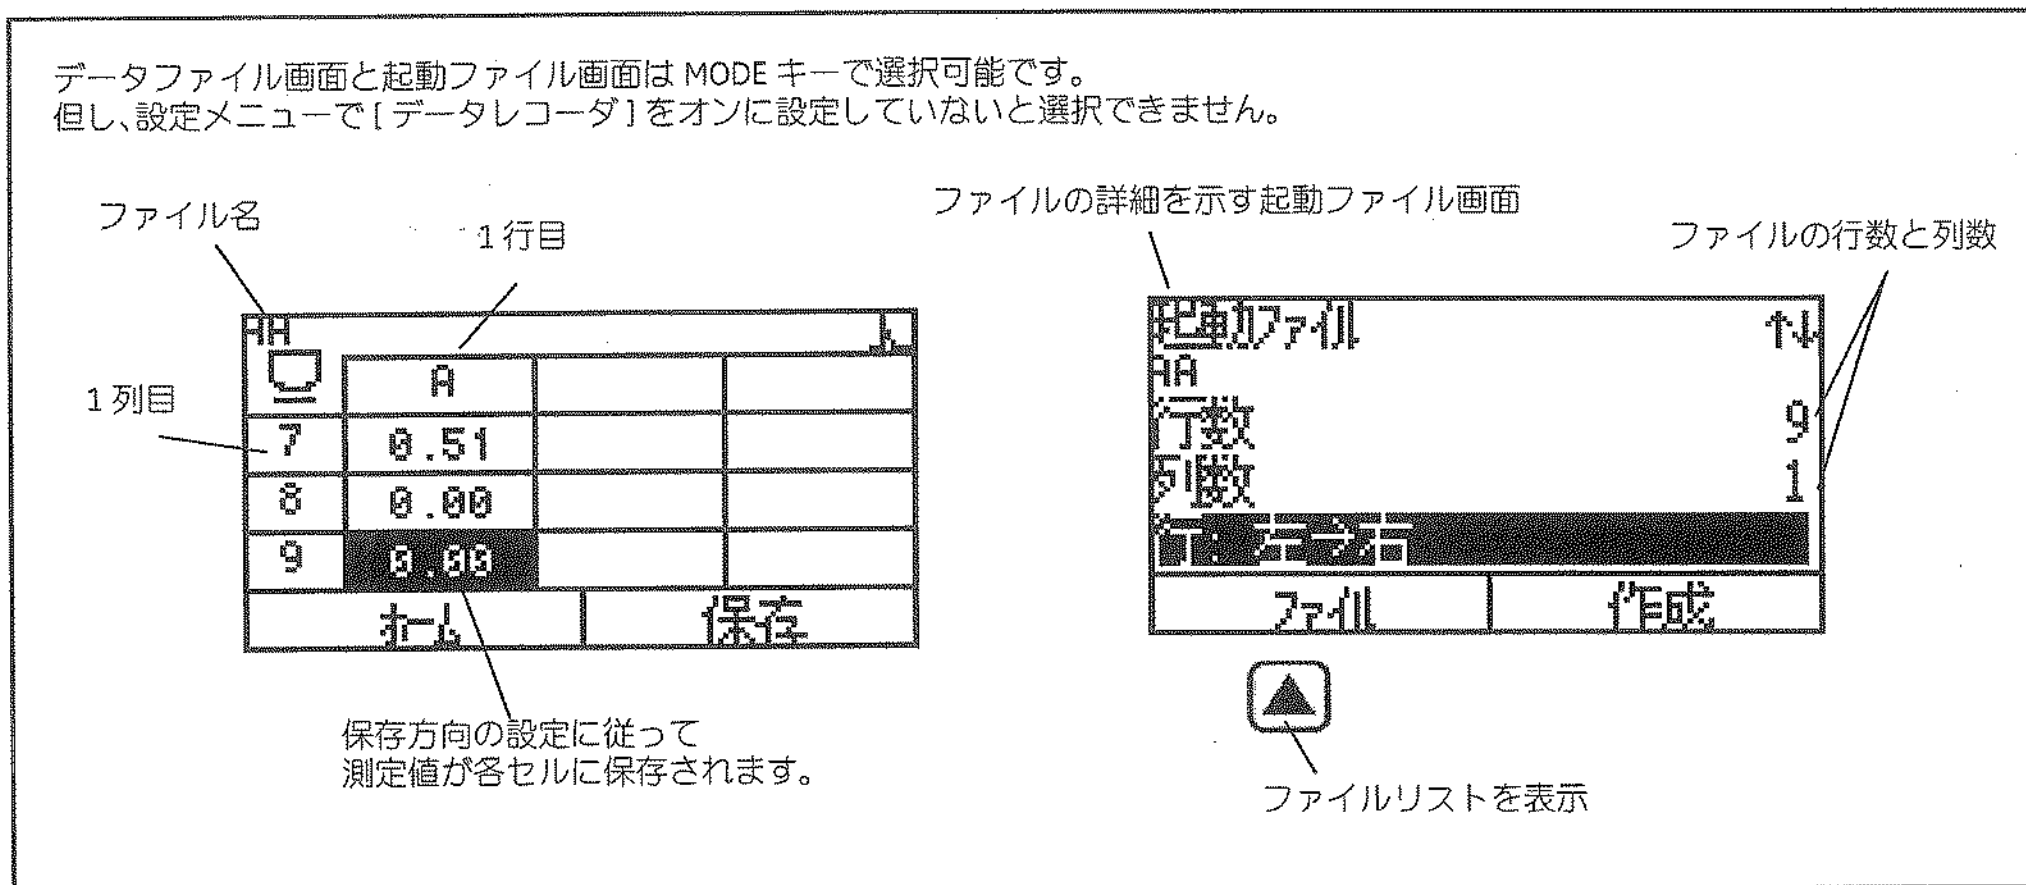

図 19: データファイル画面 (左) と起動ファイル画面 (右)
データファイル作成の手順は図 19 を参照してください。
測定を行う前に、設定メニューで [データレコーダ] をオンに設定してください。オフに設定しているとデータファイル画面 (図 19) が表示されません。
2.  キーを数回押して起動ファイル画面を開き、[起動ファイルなし] と表示されていたら [ファイル] の下の  キーを押してファイル選択画面からファイルを選択します (図 19 参照)。